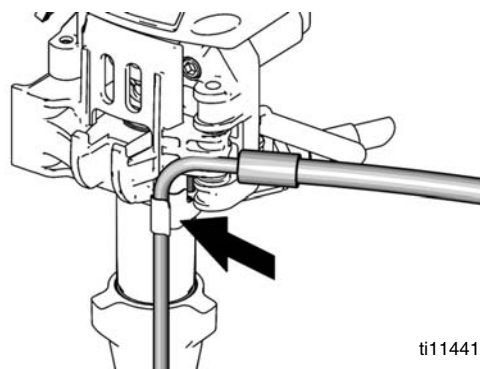

FIG. 24
7. FIG. 24. Sujete la manguera de drenaje al pulverizador.